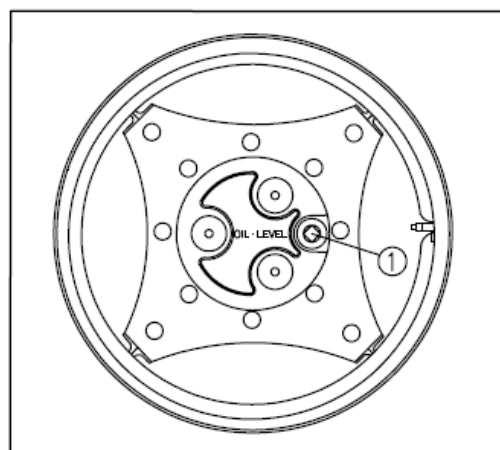

Fig. 5-30
Espera que o óleo estabilize antes de verificar o nível. Ateste, se necessário. Volte a colocar o bужão (1) (Fig. 5-30).